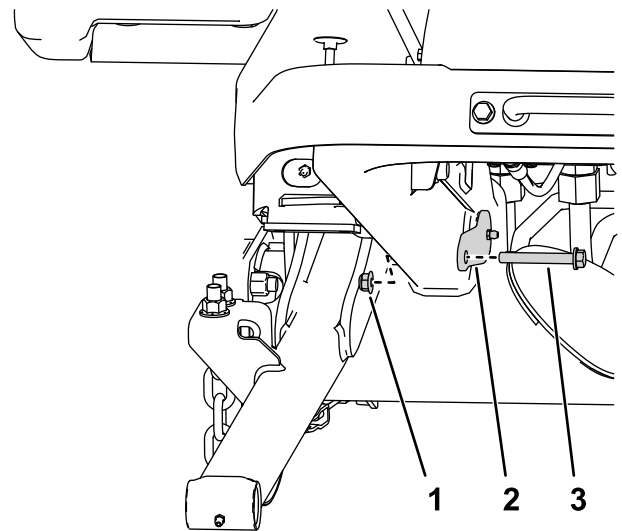

**図 6**
2. 大きいピン2本を使用して昇降アームをマシンのフレームに取り付ける **図 6**。
3. 大きいピンにグリスフィッティングを取り付ける **図 6**。